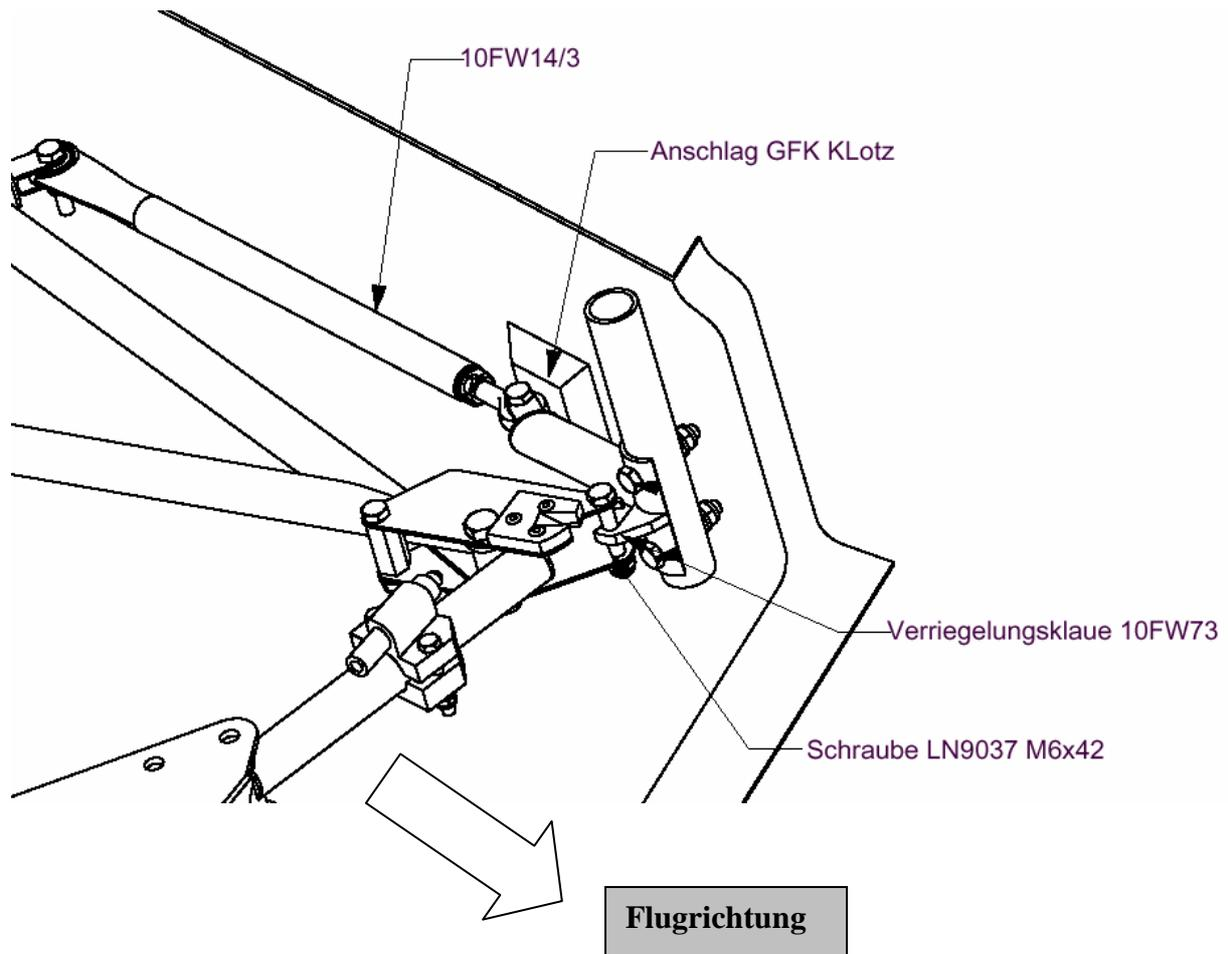

Abb. 6: Einbau der Verriegelungsklaue
12. Zur Vergrößerung des Hubs der Verriegelungsklaue 10FW73 können die Anschläge des Antriebsgestänges (GFK Klötze oben im Fahrwerkskasten) falls nötig abgeschliffen werden (siehe Abb. 6).